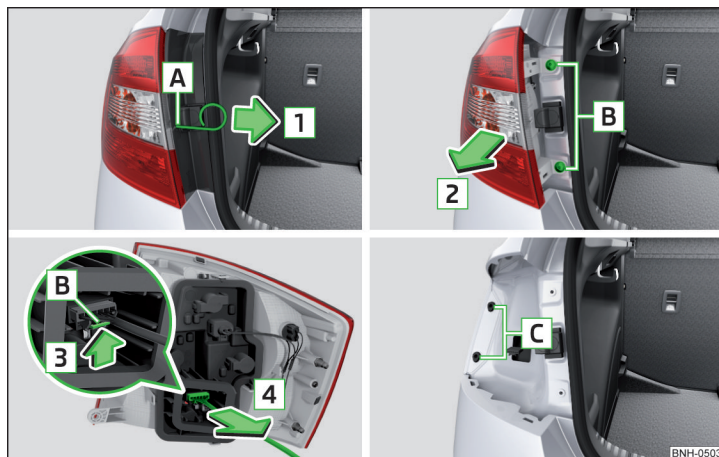
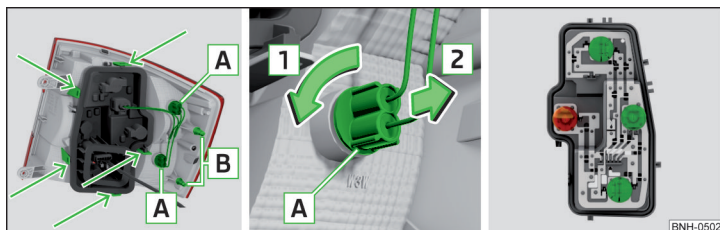

Fig. 187 Desmontar la lámpara / Quitar el conector
Fig. 188 Parte exterior de la lámpara / parte interior de la lámpara
- Introducir en la apertura **A** » fig. 187 el estribo para retirar los tapacubos integrales » pág. 167, *Equipo de herramientas a bordo*.
- Introducir la lámpara con la espiga **B** » fig. 188 de la pág. 189 en la toma **C** » fig. 187 en la carrocería.
- Girar el portafocos **A** » fig. 188 en el sentido de la flecha **1** y retirarlo en el sentido de la flecha **2** del portalámparas.
- Desbloquee el portalámparas en las áreas señaladas con las flechas » fig. 188 y extraiga el portalámparas de la luz.